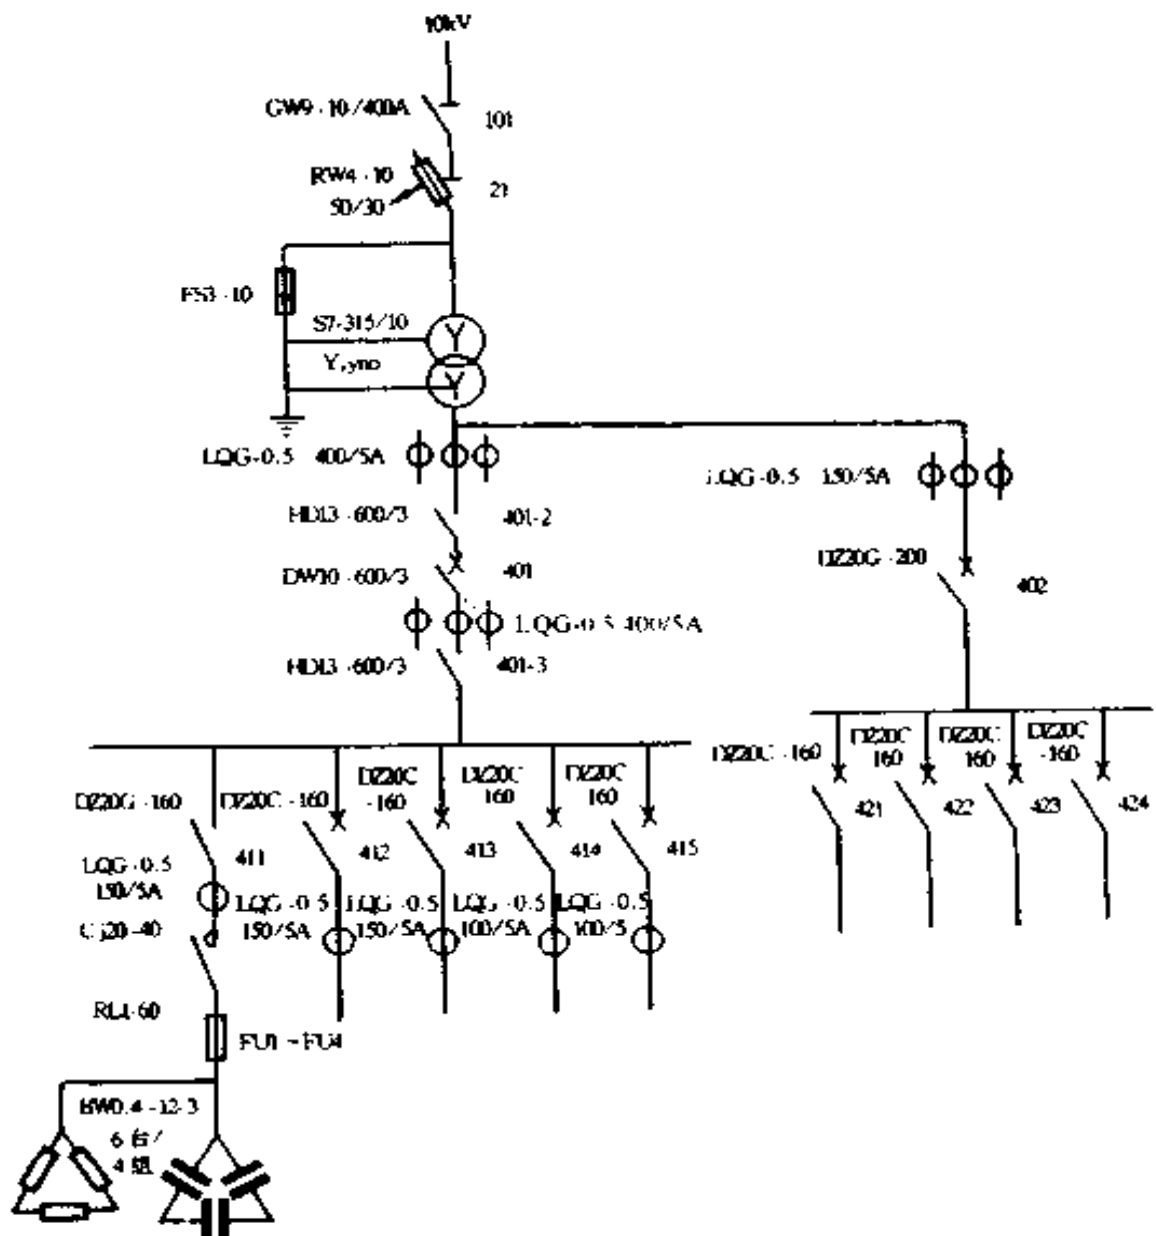

图 2-46 高压供电低压计量单路供电系统图
③ 高供低量用户:从 101 开关开始,画至各低压分路(动力、照明、电容器组等各低压分路);如图 2-46 所示。